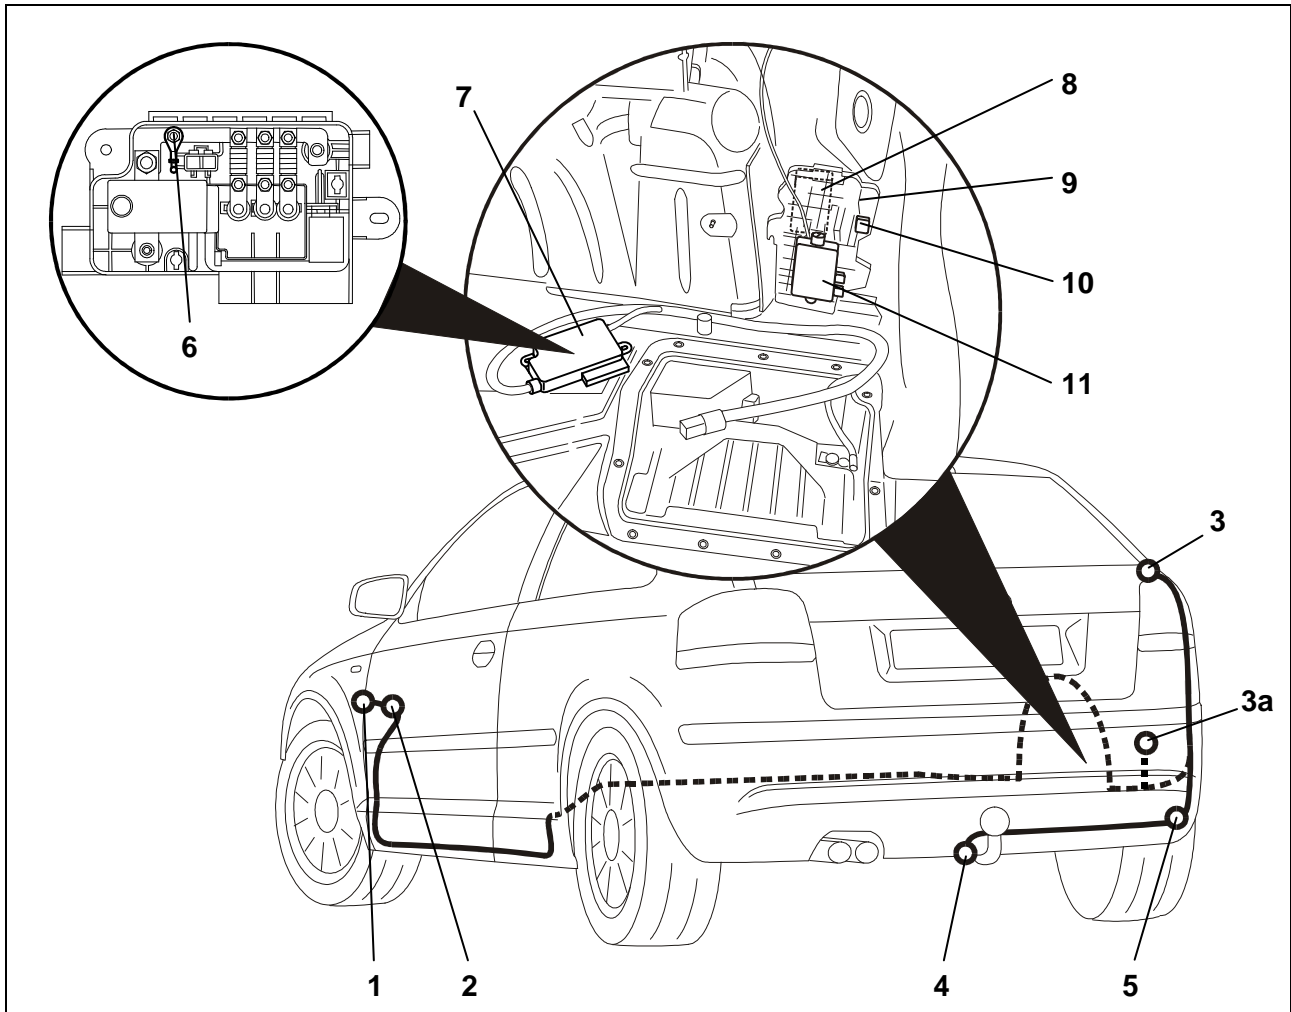

Fig. 1: Aperçu du montage
3. Retirer le cache-trou de 40 mm côté véhicule sous le feu arrière droit dans le panneau (Fig. 1/5).
4. Faire passer l'extrémité du fil avec la fiche à 16 pôles et 3 pôles depuis l'extérieur par le passage de câble jusqu'au support du dispositif (Fig. 1/9).
5. Insérer le passe-fil en caoutchouc dans le passage du câble (Fig. 1/5).
6. Placer l'extrémité de la prise femelle de l'ensemble de fils sur la tôle de retenue de la prise (Fig. 1/4).
9. Fixer la prise sur la plaque de retenue (Fig. 1/4) avec les vis fournies.
10. Insérer le dispositif de connexion du dispositif d'attelage (Fig. 1/11) dans la partie inférieure, sur le côté avant du support du dispositif (Fig. 1/9).
11. Placer et insérer le boîtier de connexion (16) de l'ensemble de fils à prises dans l'emplacement du dispositif de connexion du dispositif d'attelage prévu à cet effet.